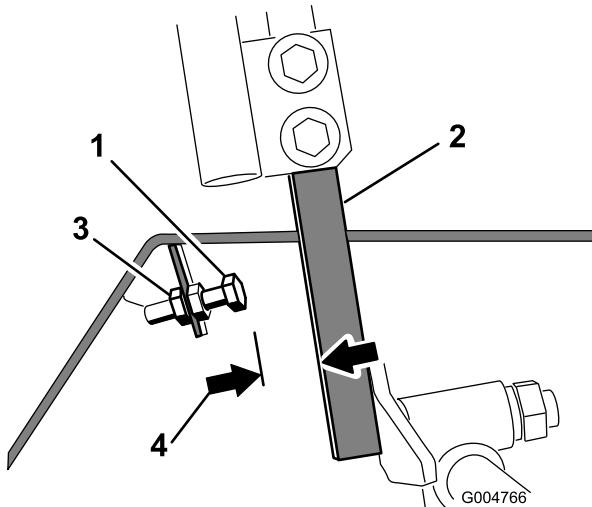

図 67
4. 左右どちらかのコントロール・レバーで、トップ・ボルトについているジャム・ナットをゆるめる（図 67）。